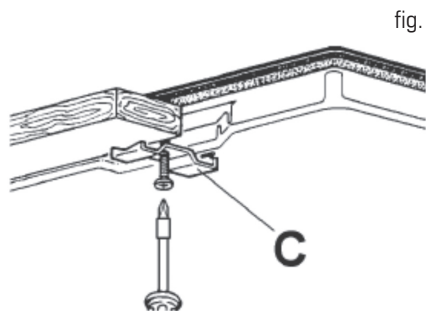

fig. 4
- Insérer et positionner la table de cuisson dans l'ouverture du meuble et la fixer avec les vis V des crochets G (fig. 4).